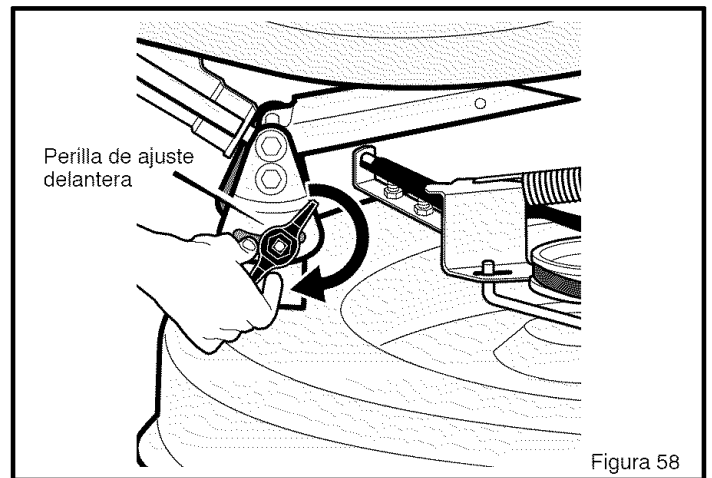

Figura 58
5. Afloje la **perilla de ajuste** trasera y delantera (Figure 23 y Figura 58). Verifique que ambos lados del cárter estén sobre una superficie nivelada. Los eslabones de elevación y las placas de ajuste tienen que estar sueltos para que se puedan mover con facilidad de arriba para abajo.